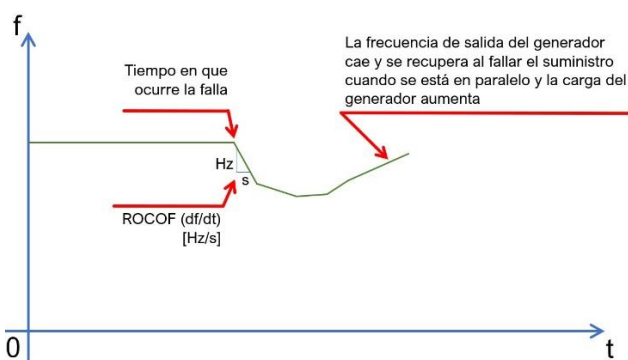

Fig. 3
- El ROCOF detecta cambios rápidos en la frecuencia de la forma de onda. Durante la falla del suministro de la red normal cuando se está en paralelo con la planta generadora, la frecuencia variará más rápido de lo normal en esta (fig. 3 y 4).